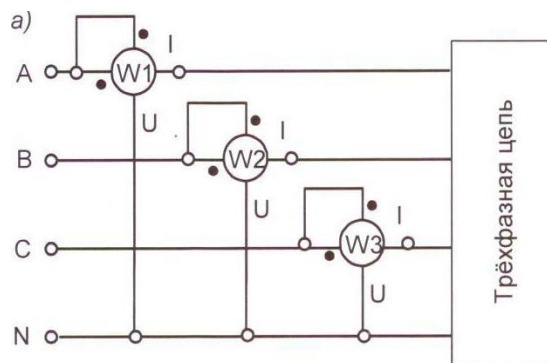

Рис. 10.2. Схема измерения активной мощности
5.3. Подключая ваттметр сначала в фазу A, затем в фазу B и в фазу C, измерьте мощности трёх фаз (рис. 10.2) и вычислите суммарную мощность. Результаты также занесите в таблицу 10.